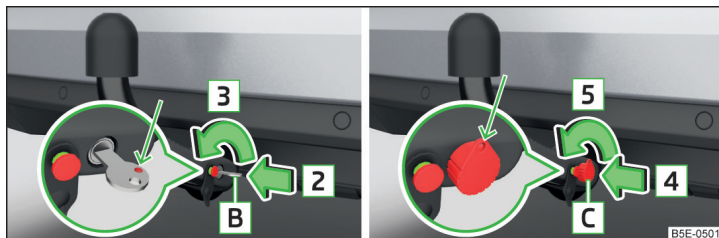

Fig. 183 Deblocarea încuietorii: varianta de cheie 1 / varianta de cheie 2
- Rotiți cheia [B] în sensul săgeții [3], în așa fel încât marcajul roșu al acesteia să indice înspre în sus » fig. 183.
- Rotiți cheia [C] în sensul săgeții [5], în așa fel încât urechea cheii să fie orientată spre în sus » fig. 183.